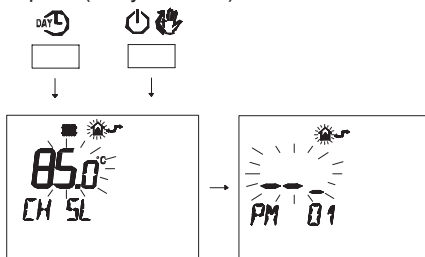

Рисунок 5.94
- Нажмите одновременно кнопки **DAY** и **ON/OFF**, чтобы войти в поле ввода настроек (Рисунок 5.94).